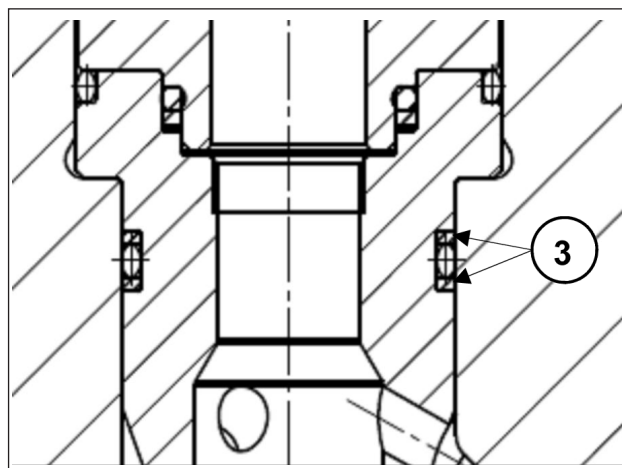

Fig. 28
- 2 **Insérer les groupes de la soupape d'aspiration et de refoulement avec leurs douilles, en vérifiant qu'ils arrivent au fond du siège de la tête. Faire particulièrement attention à ne pas endommager les bagues anti-extrusion des douilles (Fig. 28, rep. ③) ; pour une mise en place et une adaptation correcte des bagues dans leurs sièges respectifs, suivre ces instructions :**